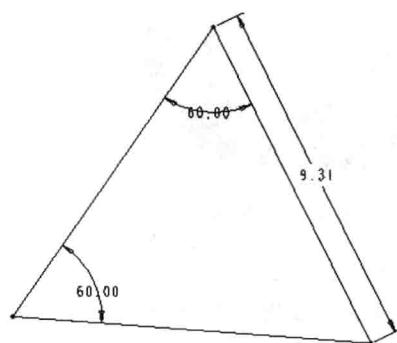

图 1-11 尺寸驱动 2
(3) 使用同样的方法，将 57.60° 修改到 60.00° ，则获得一个正三角形，如图 1-11 所示。